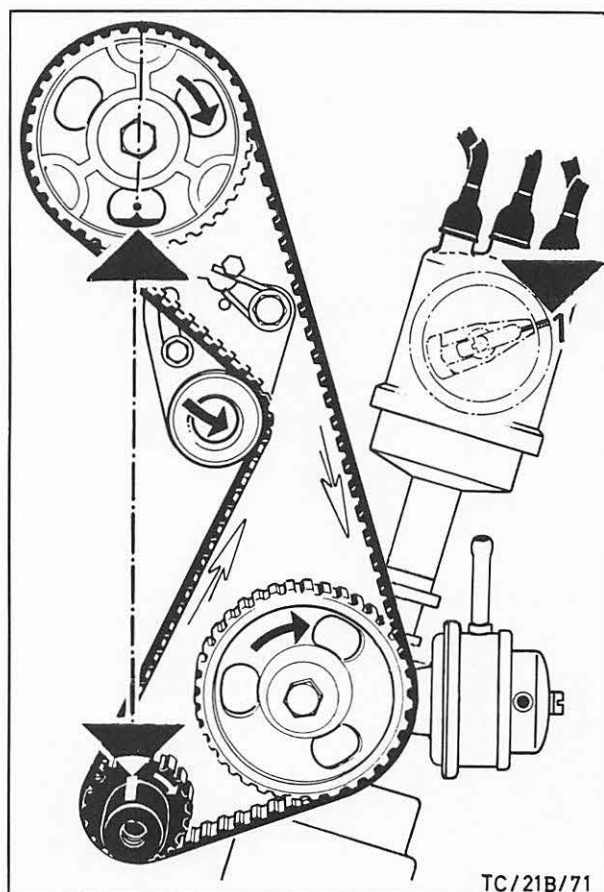

Abb. 293 Kolben des 1. Zylinders auf O.T.-Stellung
5. Überprüfen, ob Nockenwelle, Kurbelwelle und Verteilerfinger auf O.T.-Markierung 1. Zylinder stehen, Abb. 293, Zahnriemen auflegen. Anlaufscheibe und Riemenscheibe-Kurbelwelle aufschieben und mit vorgeschriebenem Drehmoment anziehen.